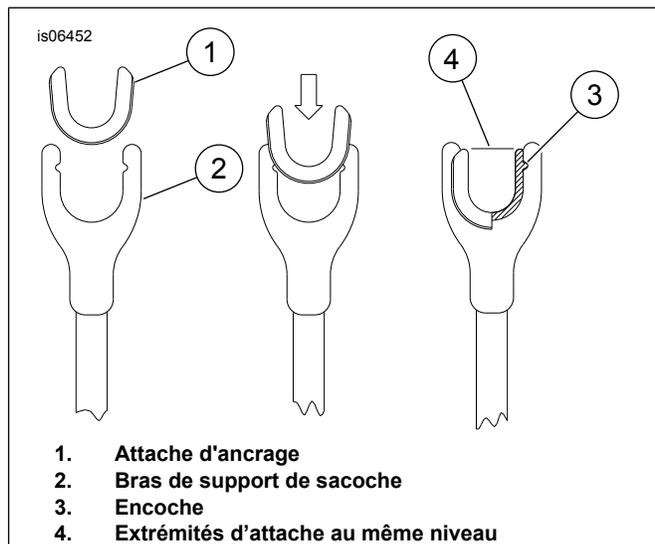

Figure 2. Installation de l'attache d'ancrage
2. Voir Figure 2. Poser les attaches d'ancrage en U (1) à l'extrémité de la fente des bras de support de sacoche (2). Les attaches doivent être complètement insérées dans la fente de bras de support pour s'ajuster sur la chape d'ancrage.
3. S'assurer que les protubérances de l'attache d'ancrage sont complètement insérées dans l'encoche de bras de support (3) et les deux extrémités de l'attache d'ancrage sont approximativement au même niveau que les doigts du bras de support (4). Plusieurs tentatives peuvent être nécessaires pour positionner les attaches. **SI** l'attache est proche de son emplacement final sans être complètement insérée, il est possible d'utiliser une pince, en protégeant les surfaces de l'attache et du support, pour forcer l'engagement des encoches.